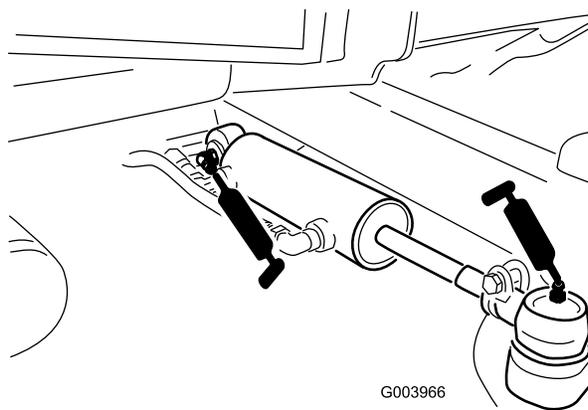

図 51
- ステアリングシリンダのボールジョイント 2ヶ所 図 51